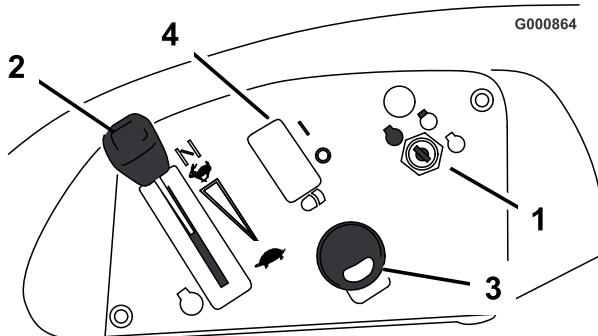
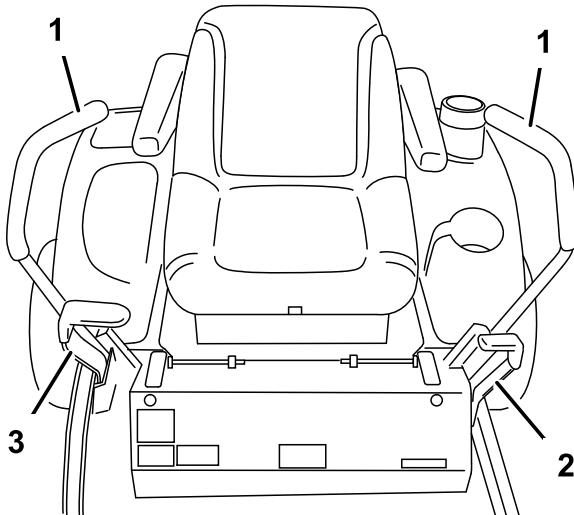

Bild 4
Bild 5
Machen Sie sich mit den Bedienelementen (Bild 4 und Bild 5) vertraut, bevor Sie den Motor anlassen und die Maschine bedienen.
- Schieben Sie die Fahrantrebshebel (Bild 5) aus der Neutralsperrstellung.